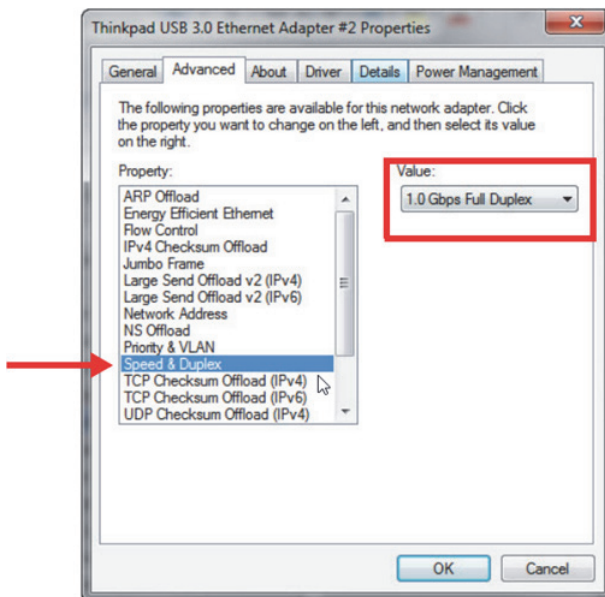

Рис. 7-3 Настройка Speed & Duplex
- Во вкладке **Advanced** в разделе **Properties** выберите **Speed & Duplex**, а затем в разделе **Value** измените значение на **1.0 Gbps Full Duplex** или **Auto-Negotiation** (Рис. 7-3 на стр. 82).